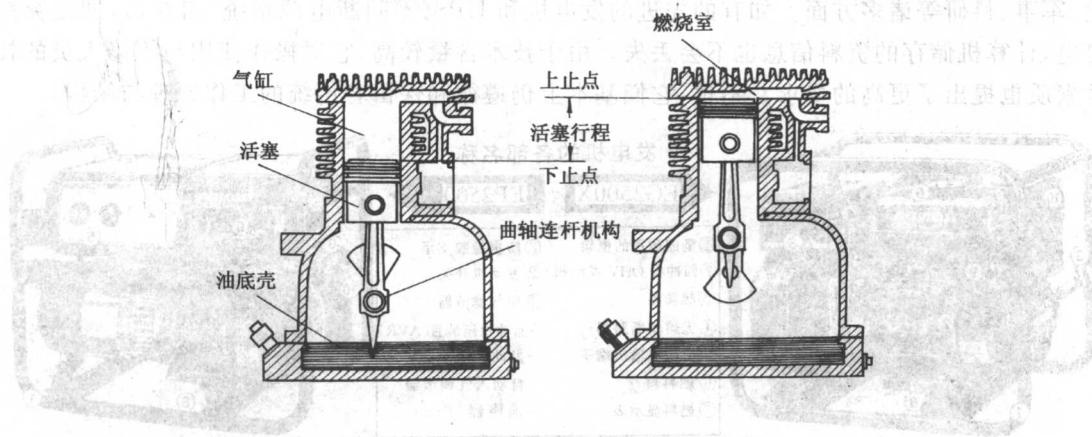

图1-3 发动机的几个主要名词术语示意
(2) 二冲程(二行程)发动机——曲轴旋转1周,活塞上下运行各1次,完成一个工作循环的发动机。
(3) 一个工作循环——发动机完成吸气、压缩、动力作功、排气四个工作过程,称为一个工作循环。
(4) 上止点(上死点)——活塞运行到气缸最上部的位置,其顶部处为上止点,如图1-3所示。